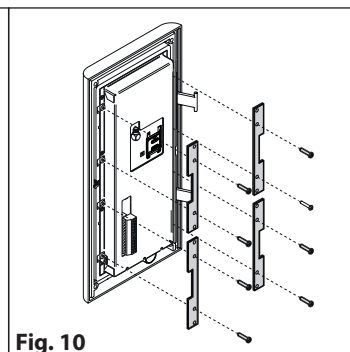

Fig. 10
- Montare le staffe di fissaggio del modulo utilizzando le viti di fissaggio come mostrato in **Fig. 10**.